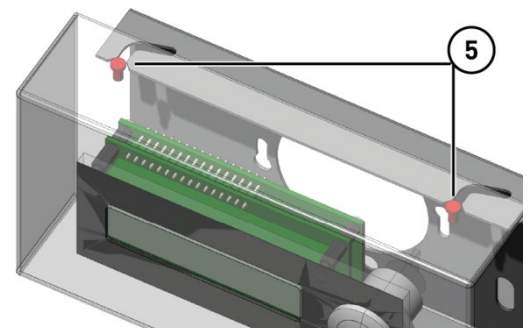

Abb. 6: Gerät schließen
- ▶ Führen Sie die Bolzen (5) in die Aussparungen der Montageplatte (Abb. 6).